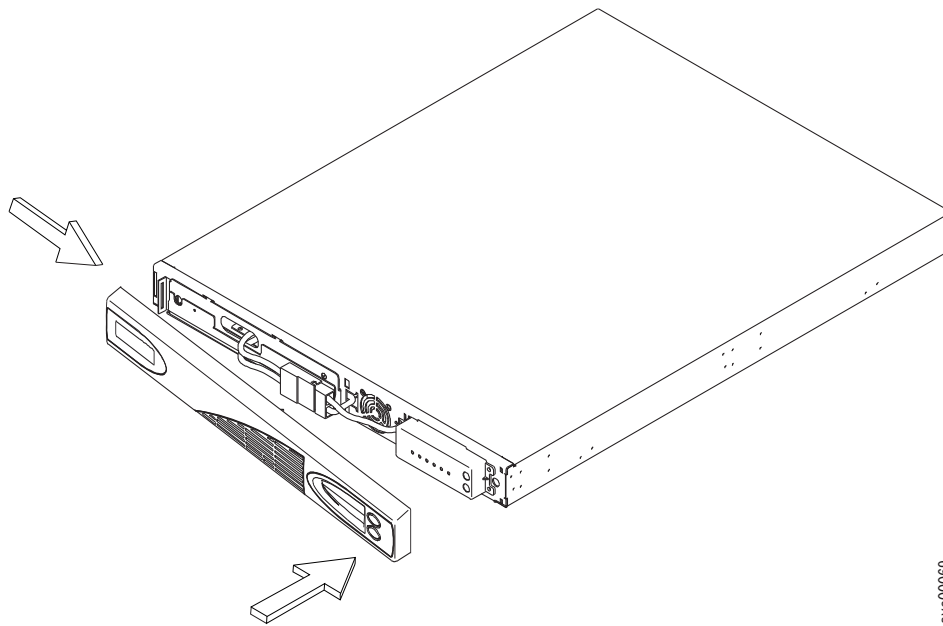

図 336. 2145 UPS-1U のフロント・パネルの交換
3. 363 ページの図 336 に示すように、内部バッテリー・コネクタを接続します。ガイド・キー付きのコネクタのそれぞれの端部には 2 本のワイヤーがあります。1 本は赤 (+) でもう 1 本は黒 (-) です。黒色ワイヤーと赤色ワイヤーを結合します。
4. フロント・パネルを、パネル左側に引っ掛かるまで右方に押しします。363 ページの図 336 に示すように、フロント・パネルを、パネルがカチッと音が鳴って2145 UPS-1U の右と、真中のセクションに収まるまで前方に押しします。